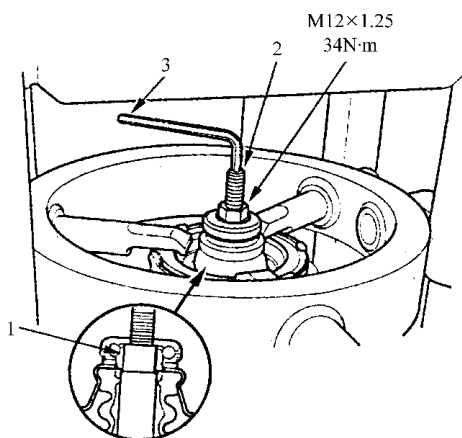

图 6-44 安装 M12 螺母
8) 如图 6-44 所示 在减振器轴上安装 M12 螺母。用六角扳手夹紧减振器轴 按照规定力矩锁紧 M12 螺母。